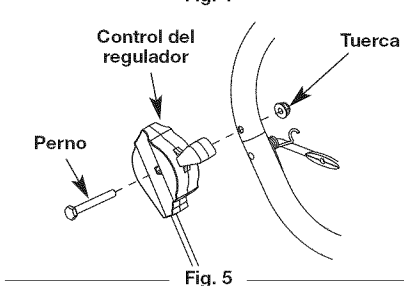

Fig. 5
15. Inserte el gancho en "Z" en el orificio del lado derecho del estribo arqueado para asegurar el cable del embrague al estribo arqueado (Fig. 5).